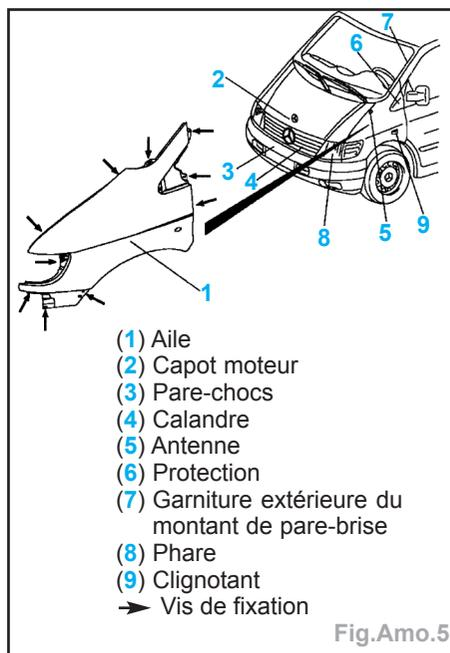

Fig.Amo.5
- la garniture ext.(7) du montant de pare-brise (Fig.Amo.5),
- le capot moteur (2),
- la protection (6),
- le pare-chocs AV (3),
- la calandre (4),
- le phare (8),
- le clignotant (8),